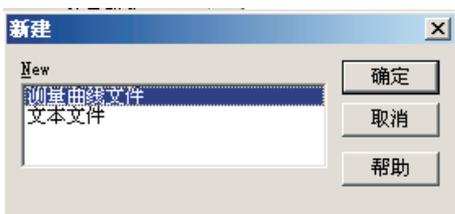

图11
- 新建对话框会弹出两种模式供你选择：测量曲线文件、文本文件（如图11）；